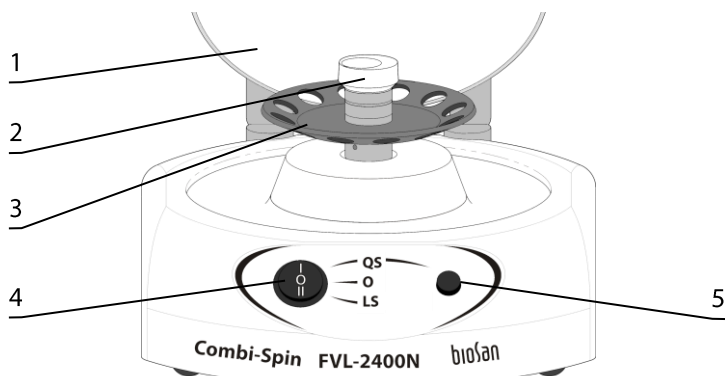

Рисунок 2. FVL-2400N
5.2.2. **Быстрое центрифугирование.** Откройте крышку (рис. 2/1). Вставьте пробирки в ротор, соблюдая равновесие. Закройте крышку. Переведите переключатель питания (рис. 2/4) в положение I (QS). Нажмите и держите нажатой кнопку QS (рис. 2/5) для центрифугирования. После отпущания кнопки ротор останавливается. Переведите переключатель питания в положение O (выключено), откройте крышку и извлеките пробирки.
5.2.3. **Вортексирование.** Уберите все пробирки из ротора и закройте крышку. Переведите переключатель питания в положение I (QS). Мягко держа пробирку за верх, прижмите низ пробирки к углублению головки вортекса (рис. 2/2). Для вортексирования, нажмите и держите нажатой кнопку QS. После отпущания кнопки ротор останавливается. Переведите переключатель питания в положение O.